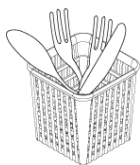

Fig.36
- 3- Placer les couverts avec manche vers le bas dans le godét à couverts. (Fig.36)